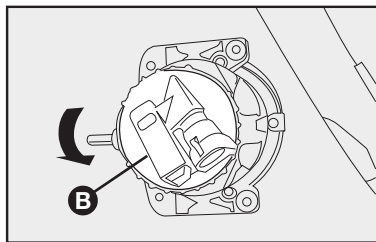

fig. 29
2) girar a tampa **B**–**fig. 29** no sentido anti-horário.